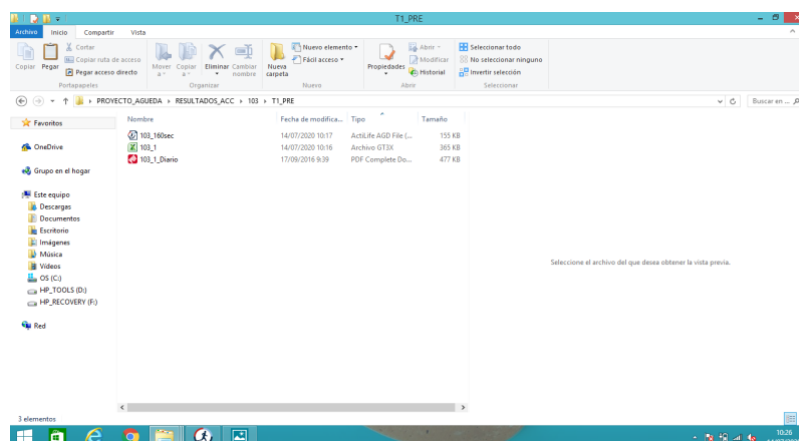

Figura 5. Carpeta donde se debe guardar los archivos obtenidos por cada participante.
- La descarga se realizará temporalmente en la carpeta de “**RESULTADOS\_ACC**” del ordenador de acelerometría (como se puede ver en la figura 5).